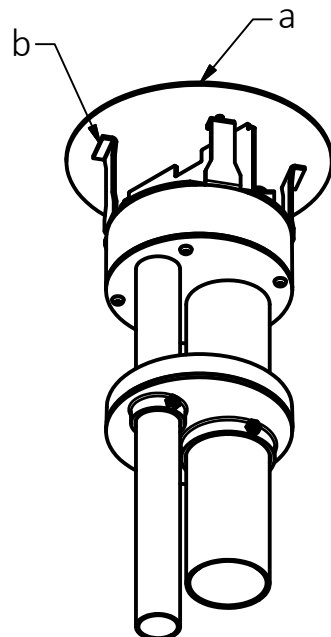

FIG. 1
3) Presione hacia abajo sobre la placa de instalación (a) para insertar la caja de servicio en el agujero cortado. Empuje hasta que los soportes (b) estén al ras con el piso de concreto. Fig. 1
- 3) Press down onto installation plate (a) to insert service fitting into the cored hole. Push until brackets (b) sit flush against the concrete floor. Fig.1